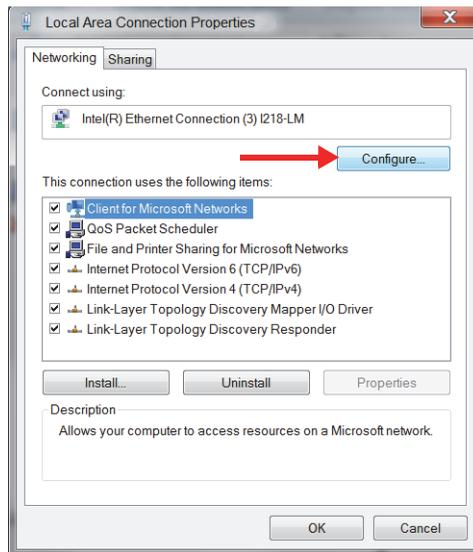

Figura 1-7 Selezione di Configura
3. Nella scheda **Networking** (Rete), cliccare su **Configure** (Configura) [vedi Figura 1-7 a pagina 29].